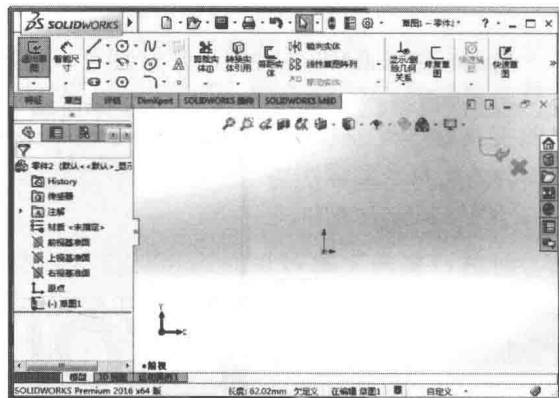

图 1-5 新零件的工作界面
②单击  按钮,即可进入到 SolidWorks 相应的工作环境。如选择文件模板后,再单击  按钮就可以进入到新零件的工作界面,如图 1-5 所示。